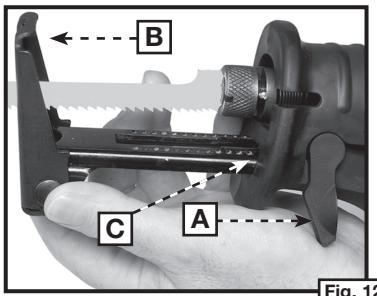
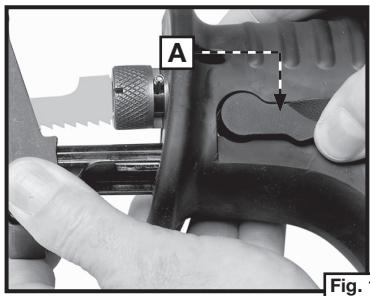

Fig. 12
Fig. 13
Pour ajuster, tourner le levier (A) Fig. 12, relâcher le soulier de guide de pivoting (B). Ajuster à la position désirée et au levier proche (A) Fig. 13. Le soulier de guide de pivoting de Quik Change™ de keyless est conçu avec une lèvre haussée (C) Fig. 12 à la fin qui empêche le soulier de guide de verrouiller en place s'il est hors étendu aussi loin. Après avoir ajusté, assure que le levier verrouillant est complètement rapproché la position fermée à clef (A) Fig. 12.